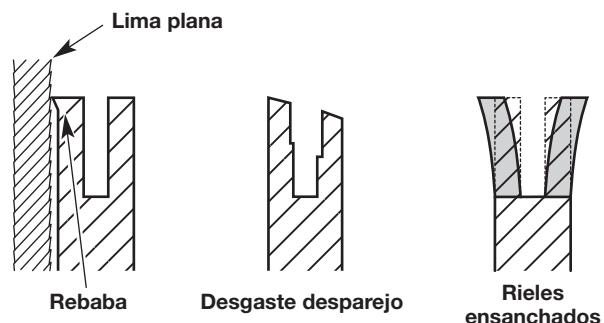

Fig. 40
3. Controle frecuentemente si hay daño en la barra de guía (Fig. 40). El biselado y desbarbado de los carriles de la barra de guía (los rebordes a ambos lados de la canaleta de la barra) es un proceso normal del desgaste de la barra. Estas fallas deben corregirse con una lima tan pronto ocurren (Fig. 40). Una barra de guía con las fallas siguientes debe ser reemplazada: